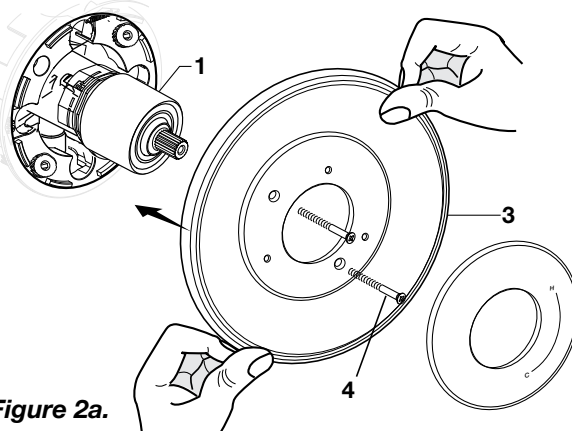

Figure 2a.
☒ **Figure 2a.** Enfoncez l'ÉCUSSE (3) sur le CAPUCHON (1) et fixez-le sur le corps de valve avec des VIS LONGUES (4).